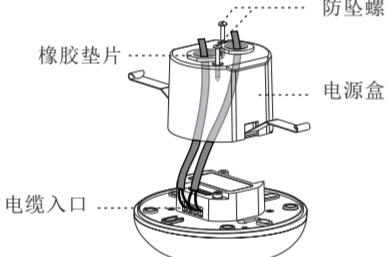

图 11
4.4.2.2 使用螺丝刀弄破电源盒盖上的橡胶垫片，然后在缺口处馈入电缆（见图 11）。